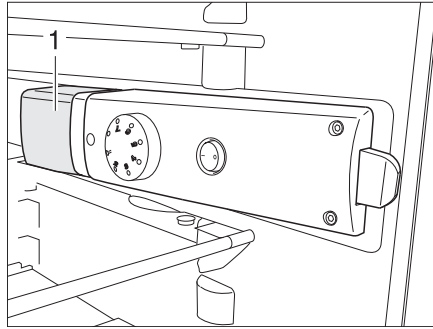

Fig. 315 Lampe du réfrigérateur
- De l'arrière, saisir en dessous du cache de luminaire (Fig. 315,1) et soulever le cache de luminaire d'env. 3 mm.